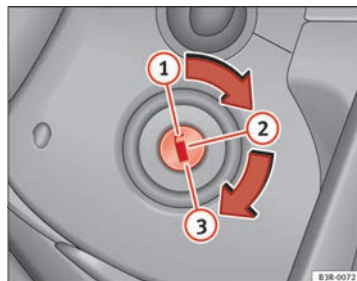

Fig. 146 Posiciones de la llave
- Gire la llave a la posición ① ⇒ fig. 146.